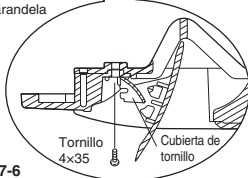

Fig. 7-6
- (7) Fije los tornillos suministrados en los orificios del centro del panel (2 ubicaciones, delantera y posterior) y apriételos. Tal y como se muestra en la Fig. 7-6, abra la cubierta de los tornillos en el centro de la salida de descarga y, a continuación, inserte y apriete el tornillo y vuelva a cerrar la cubierta.